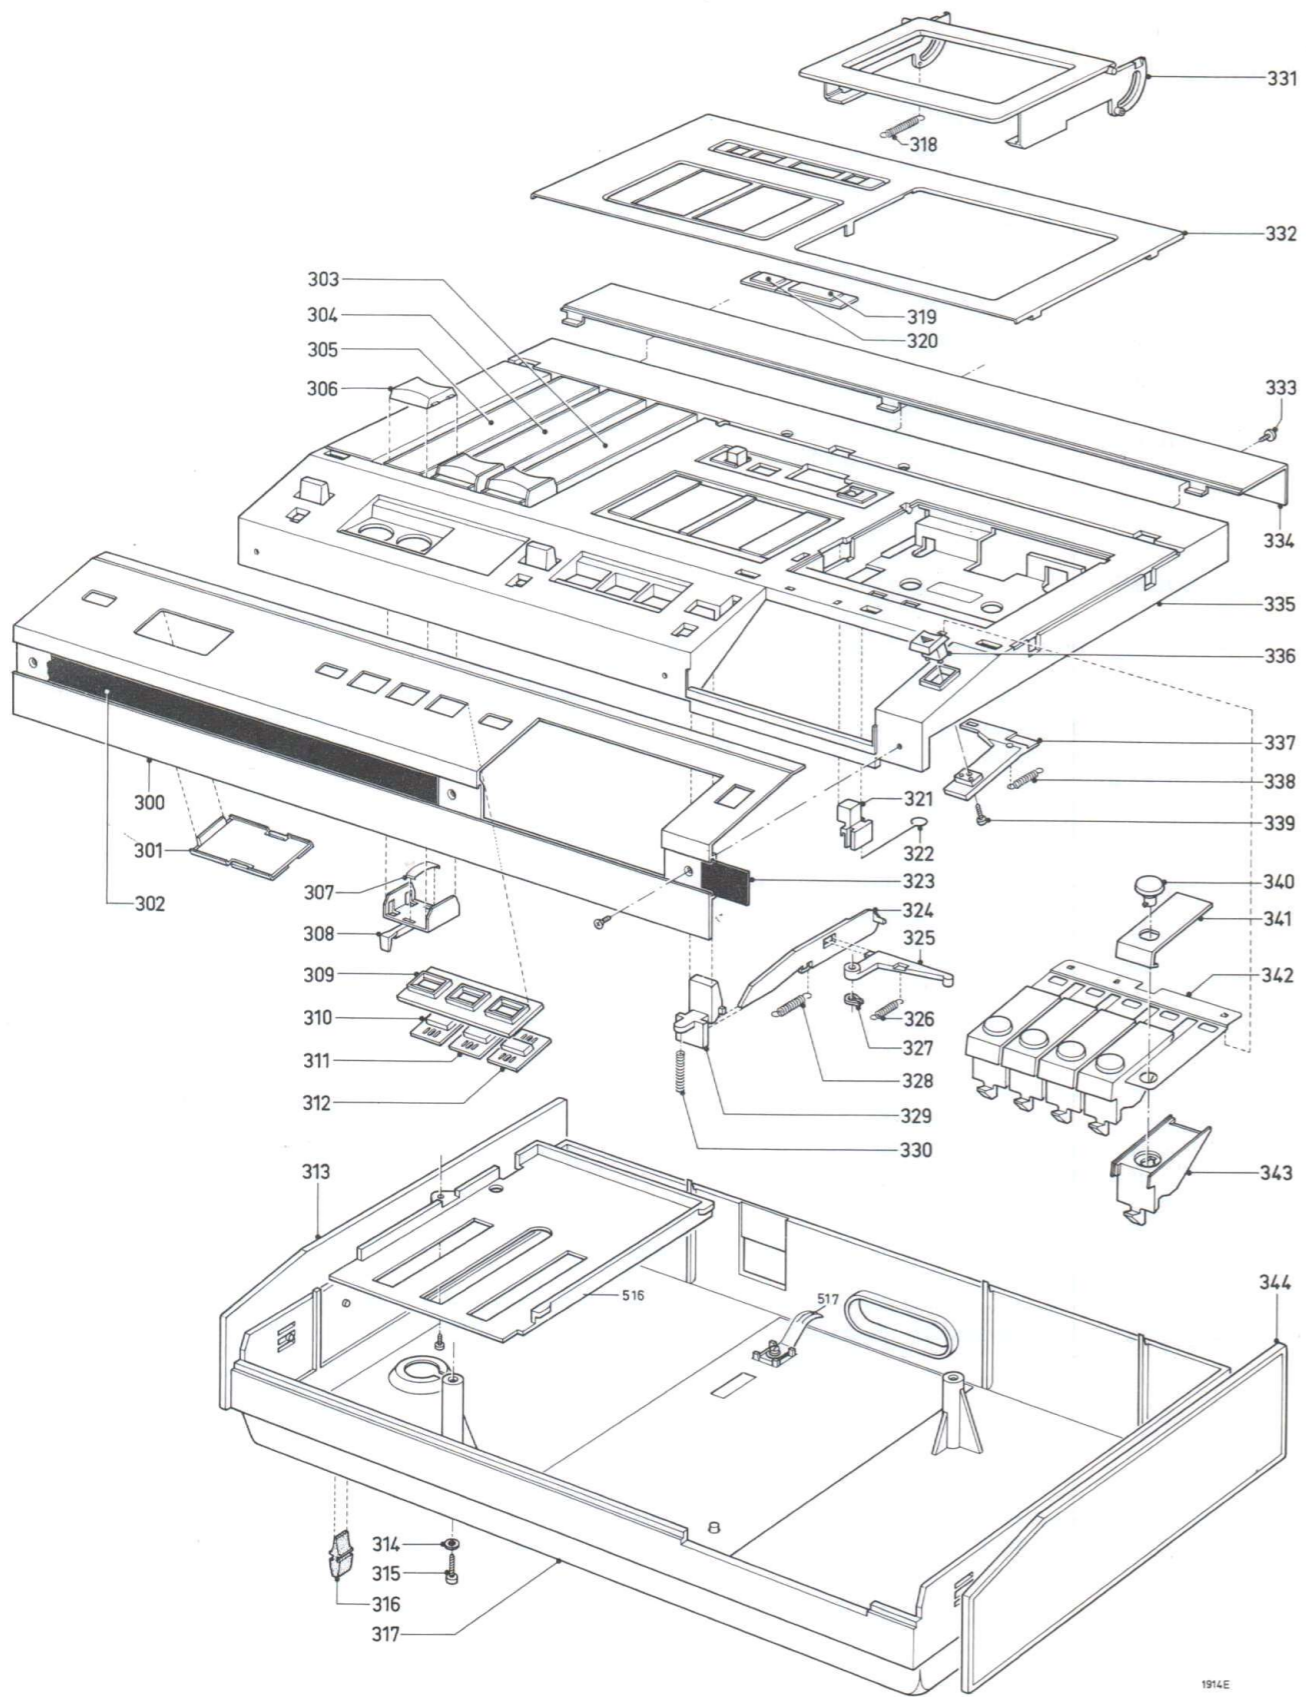

Fig. 1
I. UITKASTEN VAN HET APPARAAT (Fig. 1, 2, 3, 4 en 7)
II. VERVANGEN VAN DE DIVERSE KASTONDERDELEN (Fig.1)